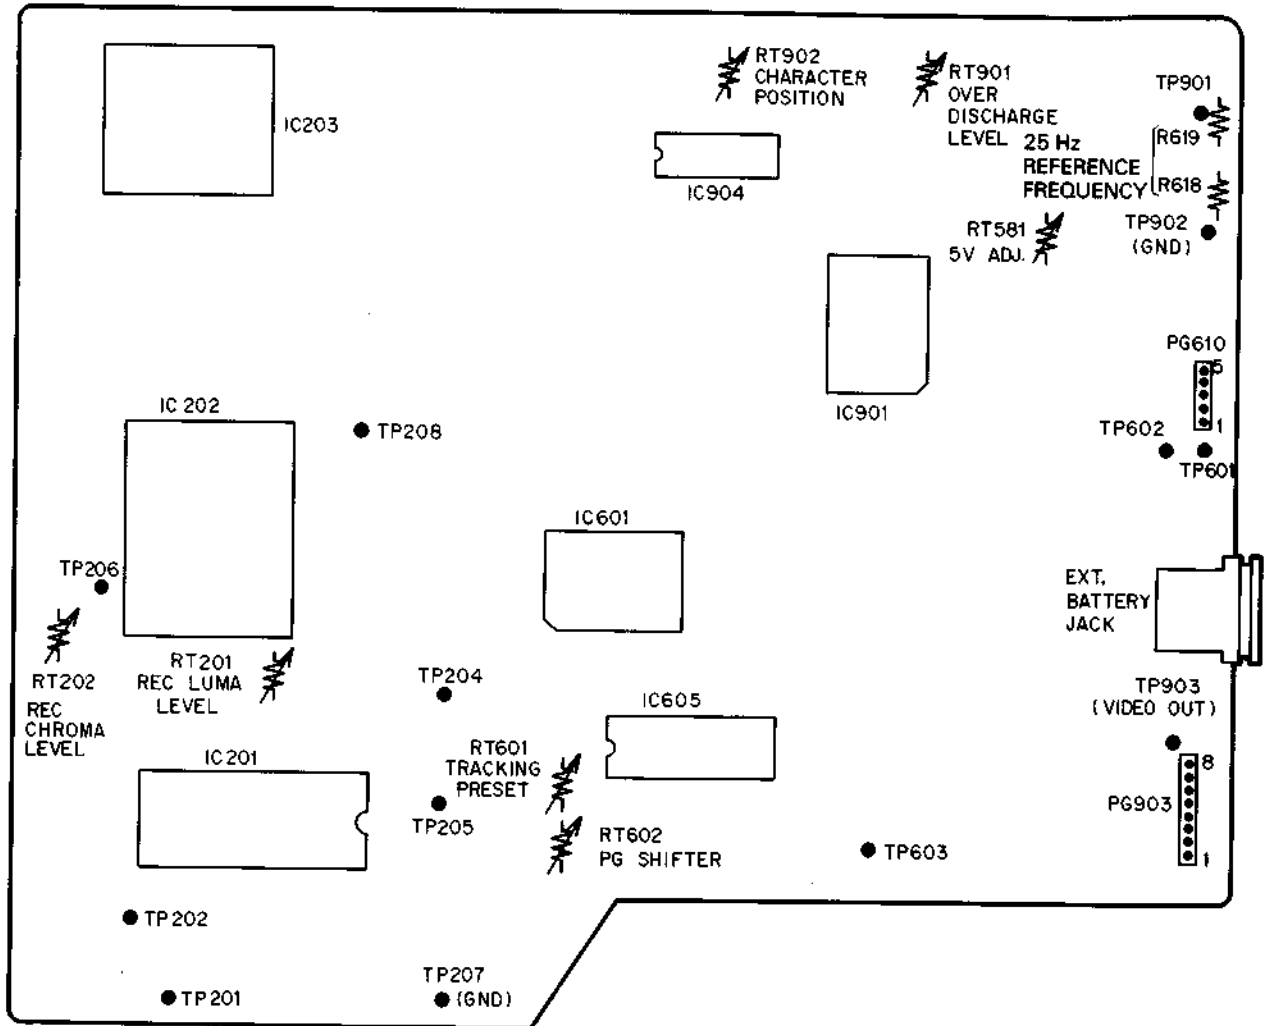

Abb. 4.101 Haupt-Leiterplatte (Leiterbahnseite)
5V Einstellung (Abb. 4.101)
Einstellung des Entladepegels (Abb. 4.101, 4.103)
Einstellung der Zeichenanzeigeposition (Abb. 4.101, 4.104)
Einstellung der 25 Hz Referenzfrequenz (Abb. 4.101)
Einstellung des Kopfwechsellpunktes (Abb. 4.101, 4.105)
Spurlagen-Voreinstellung (Abb. 4.101, 4.106)
4. Den Kanal 1 des Oszilloskops an den Testpunkt TP602 anschließen (1 V/0,5 msek. cm). (siehe Abb. 4.101)
5. Den Kanal 2 des Oszilloskops an den Testpunkt TP903 anschließen (1 V/5 msek. cm). (siehe Abb. 4.101)
Einstellung des Chromasignal-Aufnahmepegels (Abb. 4.101, 4.107, 4.108, 4.109)
Einstellung des Luminanzsignal-Aufnahmepegels (Abb. 4.101, 4.110)